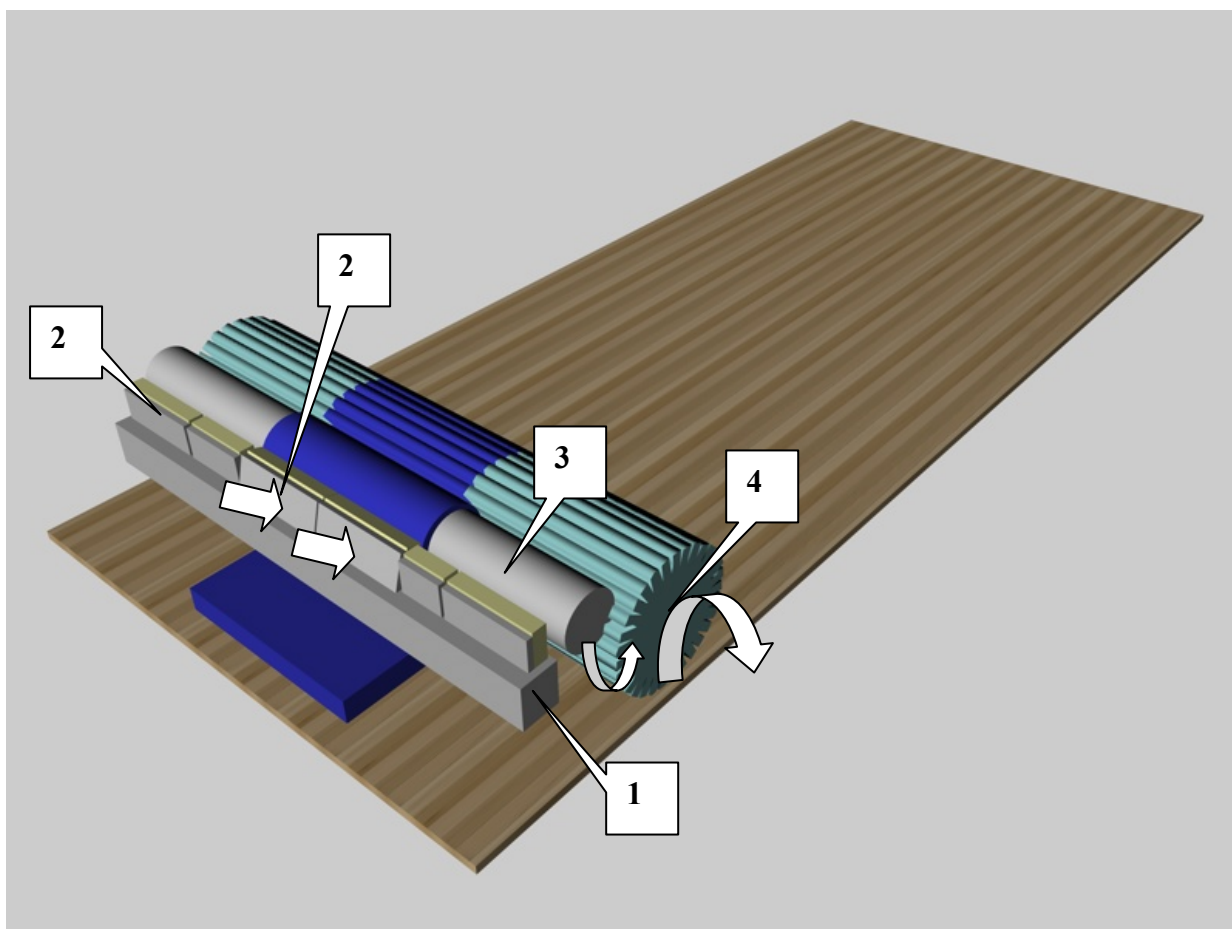

Рисунок 5.
В бак (1) (рис.5) с маслом опущены фетровые фитили (2). По принципу керосиновой лампы. Фитилями управляют электромагниты (на рисунке они не показаны), которые обеспечивают прижимание фитилей к передающему валу (3) с шероховатой поверхностью. С передающего вала масло снимает и передаёт на дорожку буферная щетка (4). Отличие таких машин в том, что фитили имеют определённую ширину определяемыми количеством досок. То есть, возможно, дать линию в 10, 5, 3, 7 досок. Еще один недостаток, невозможно использовать масла с высокой вязкостью. Фитили имеют определённую пропускную способность. Такие машины с фитильной системой нанесения масла надежны в эксплуатации.